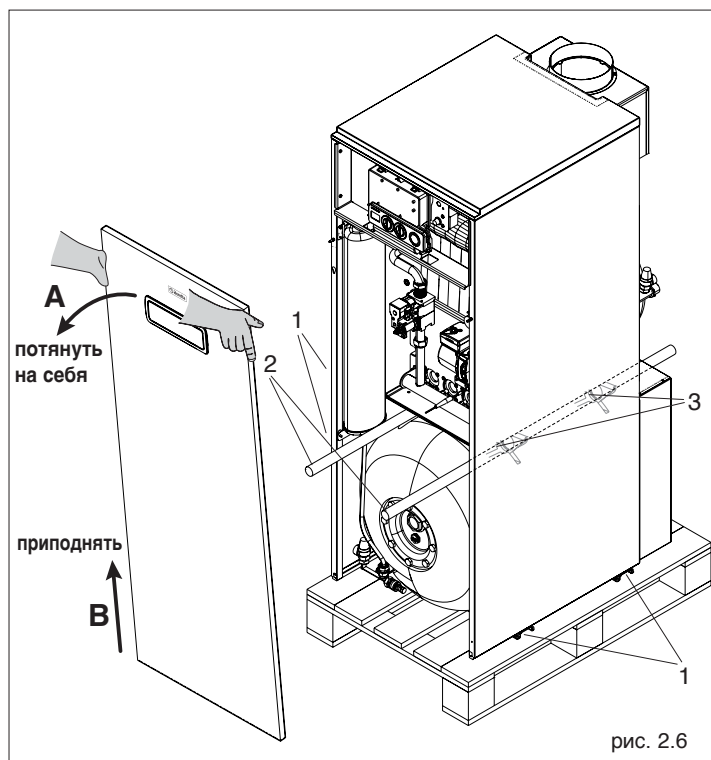

рис. 2.6
- снимите переднюю панель облицовки предварительно потянув ее на себя (A) и немного приподняв (B)
- снимите восемь крепёжных винтов (1), которые крепят котёл к деревянному поддону и снимите котёл с поддона
- приподнимите котёл, используя две трубы на 3/4" (2) (не входят в комплект поставки) для **Fabula E CAI 90** и 1" для **Fabula E CAI 120** которые вставляются в специальные отверстия (3) (рисунок 2.6).